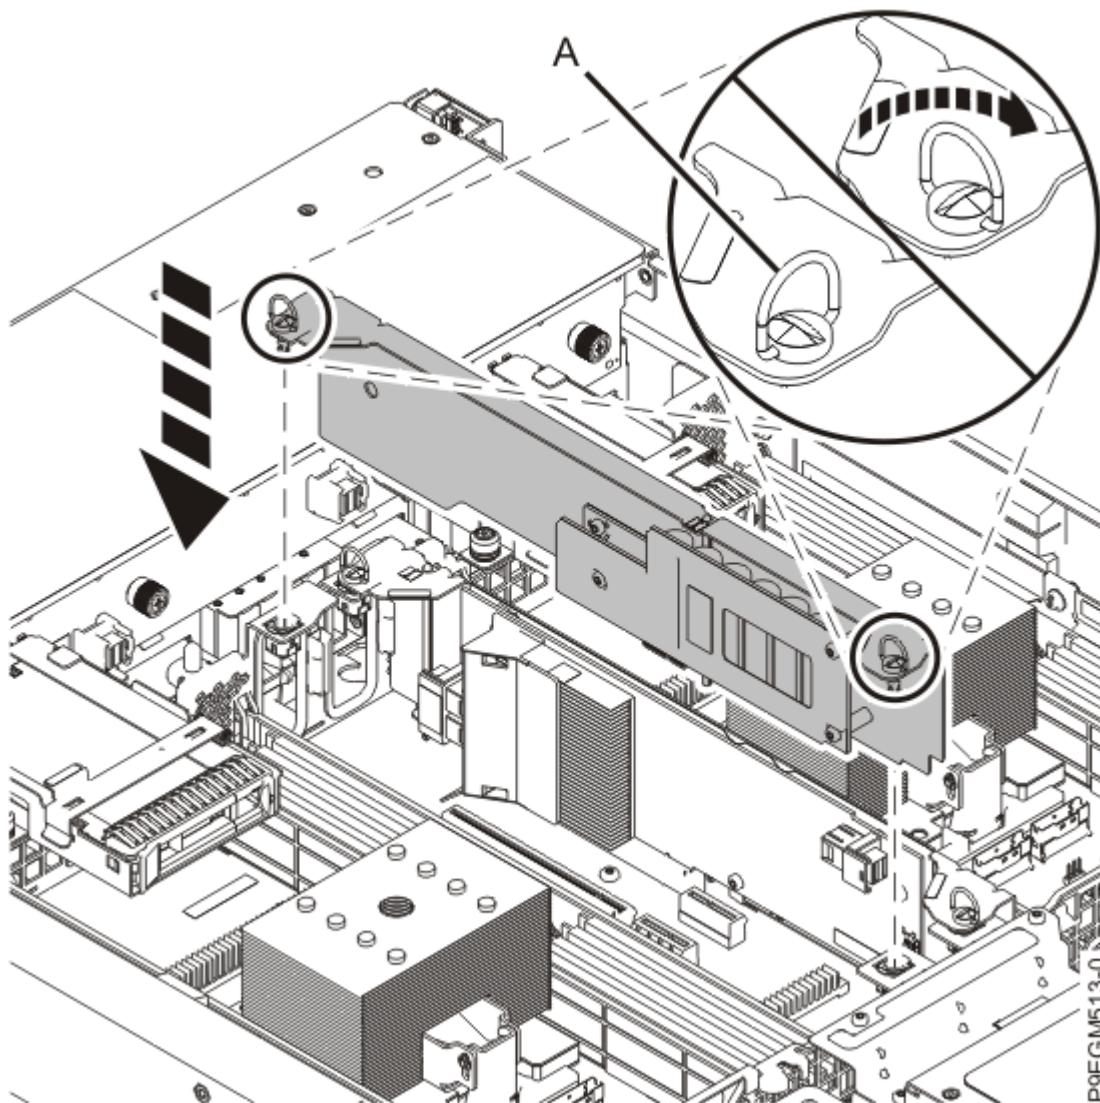

Figure 29. Installation du module d'alimentation de secours
- a) Installez la carte de module d'alimentation de secours de rechange dans le même emplacement que la carte que vous avez retirée. En tenant le module d'alimentation de secours par ses poignées bleues, installez la carte dans son emplacement. Placez et tournez les vis **(A)** dans le sens des aiguilles d'une montre pour insérer complètement la carte de module d'alimentation de secours, comme indiqué dans la Figure 29, à la page 35.